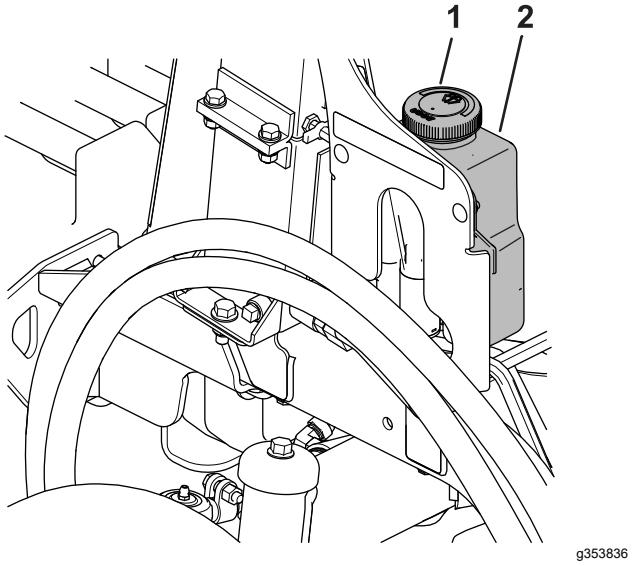

Figure 91
1. Enlevez le bouchon (Figure 91) du réservoir.